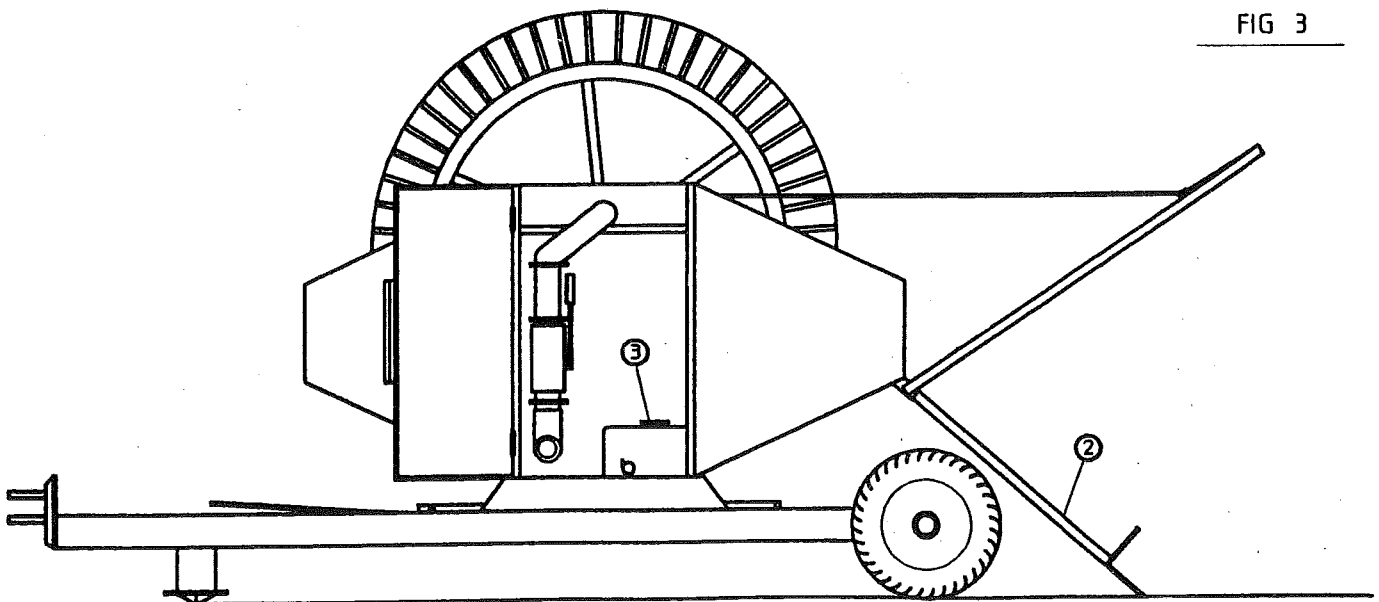

FIG 3
- \* 4 Støttebenene sænkes og stemmes i jorden (fig3, pos 2).
- \* 6 Koblingshåndtaget sættes i "FRI" (fig 3, pos 3).